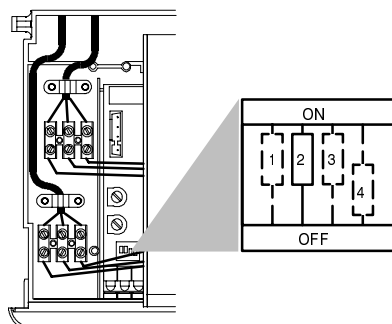

fig. 8.2
- 8 Posizionare il micro selettore "2" fig. 8.2 in OFF per il gas Butano e Propano, in ON per il gas Metano.